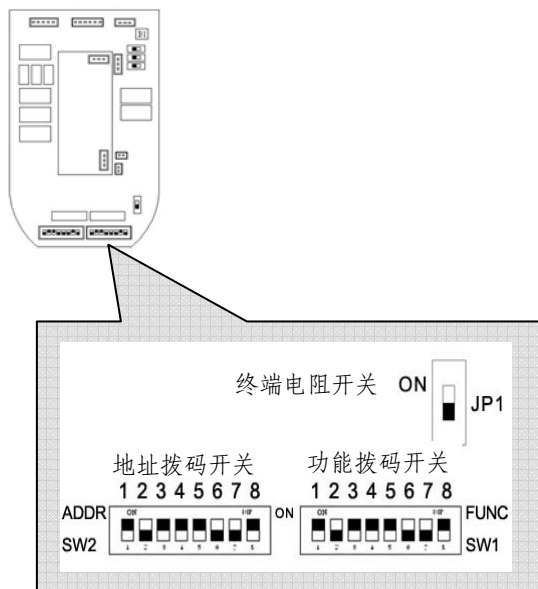

图 6
- 3、当多台云台连接时，应将位于 RS-485 通讯线的末端云台解码板上的开关 JP1（终端电阻选择开关）拨至“ON”位置（位置见图 6）。
- ※ 注：图 6 中标识“ADDR”右边是八位地址拨码开关，具体设置见表 4。
ID 地址拨码开关（位置见图 6）；